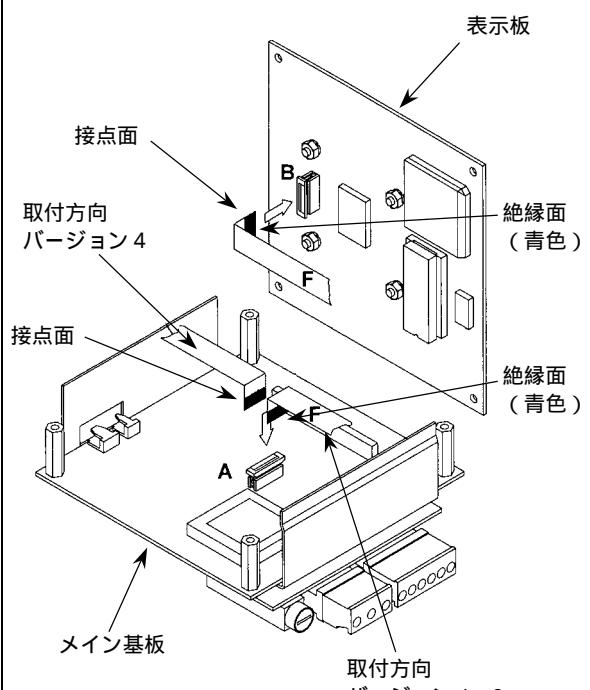

図 1.36
- 2) リボンケーブルを図 1.36 に示す向きにソケットに挿入します。ケーブルは奥までまっすぐに挿入してください。